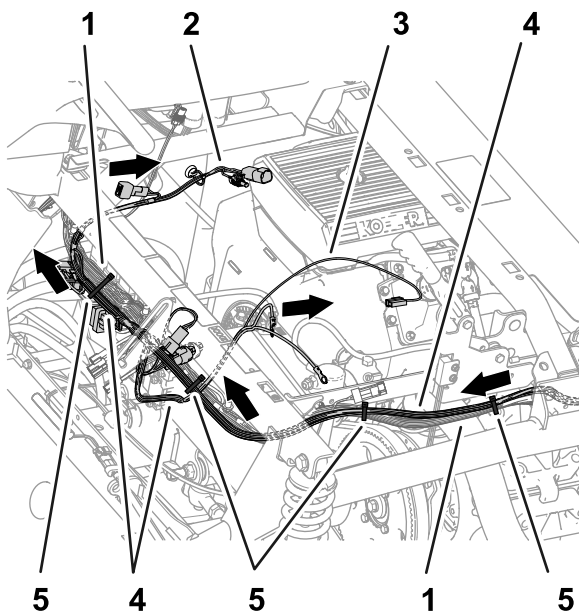

図 82
5. 84cm の枝線、60cm の枝線、66cm の枝線を、図 82に示すように、ショックサポートチューブに交差させる。
6. 図 80、図 81、図 82のように、キットのワイヤハーネスを車両に固定する。